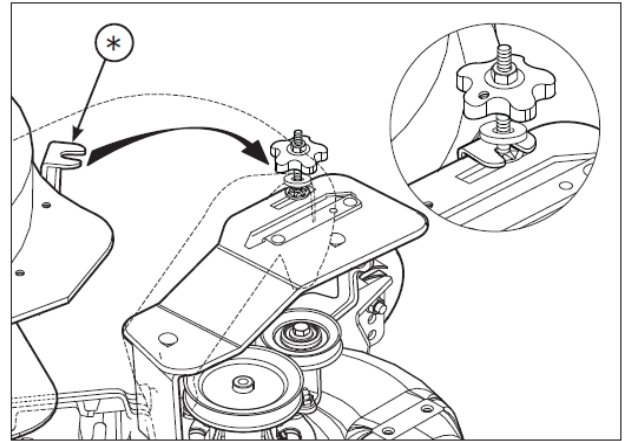

図 20
5. ブローAssy の取り付け金 (図 20 の*) の溝をボルトの上、ノブとワッシャーの下に差し込み、しっかりノブを締めてください。